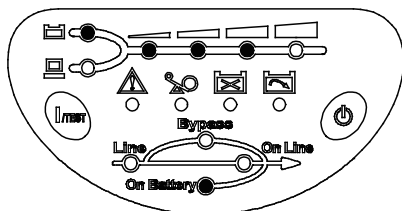

Рис. 4-4 Индикация режима резервного питания
**В режиме резервного питания:** горят индикатор режима резервного питания, индикатор состояния батареи и индикаторы уровня, каждые 2 сек подаётся сигнал зуммера длительностью 0,5 сек, при этом ИБП продолжает подавать питание в нагрузку от батареи см. рис. 4-4.